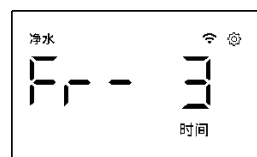

图28
- 2.反复按“选择”键直到屏幕显示“净水”、“Fr”时间（如图28）；